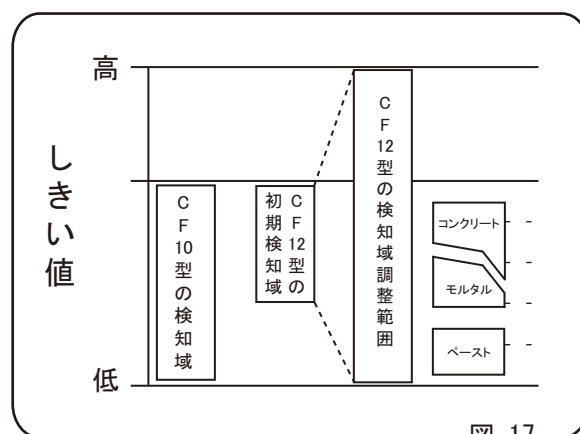

図 17
- まれに、標準設定の状態では検知できない特殊なコンクリートがあります。その場合は、しきい値の設定を変更してください。これによって特殊なコンクリートや環境にあわせて変化するコンクリートを検知できます。(図17)